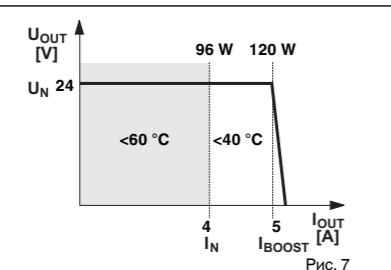

Рис. 7
5.2. Выходная характеристика (рис. 7)